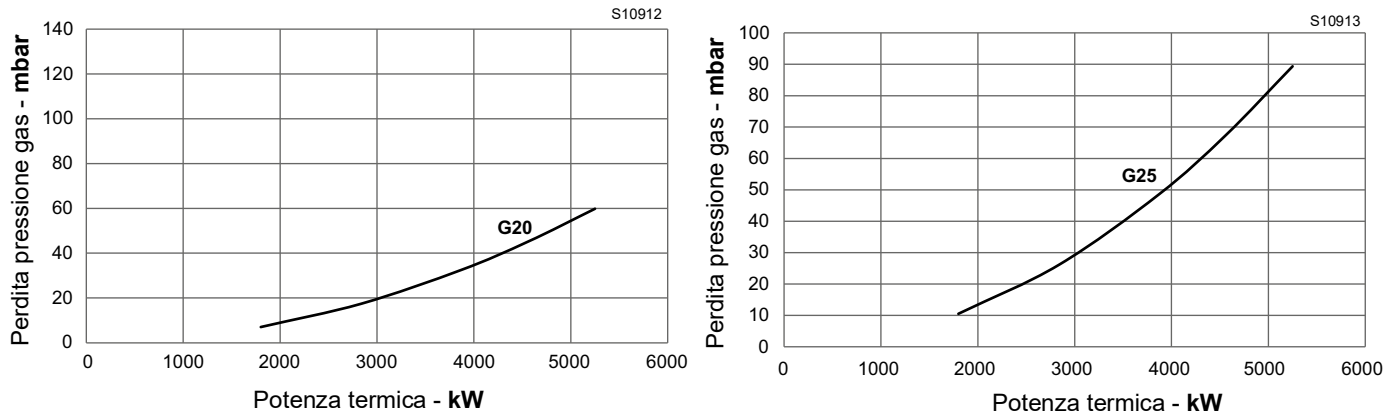
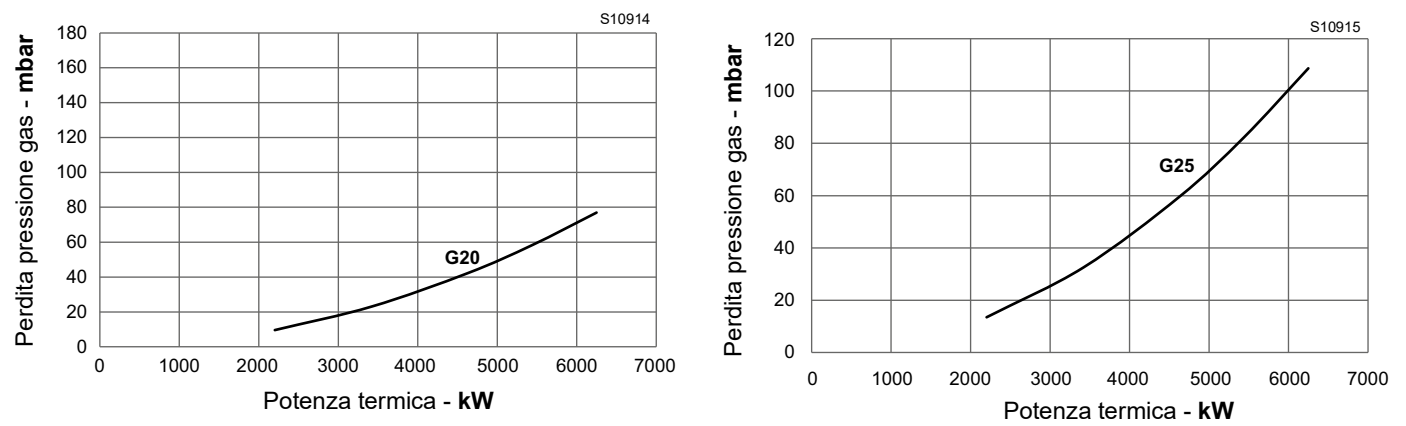

Fig. 26
Fig. 27
Le Fig. 24, Fig. 25, Fig. 26 e Fig. 27 a pag. 29, indicano le perdite di carico minime lungo la linea di alimentazione del gas in funzione della potenza massima del bruciatore.
I valori riportati nelle Fig. 24, Fig. 25, Fig. 26 e Fig. 27 si riferiscono a:
- Trovare nelle Fig. 24, Fig. 25, Fig. 26 e Fig. 27, in relazione al bruciatore scelto, il valore di pressione più vicino al risultato della sottrazione.
- trovare nelle Fig. 24, Fig. 25, Fig. 26 e Fig. 27, in relazione al bruciatore scelto, il valore di potenza più vicino al valore desiderato.